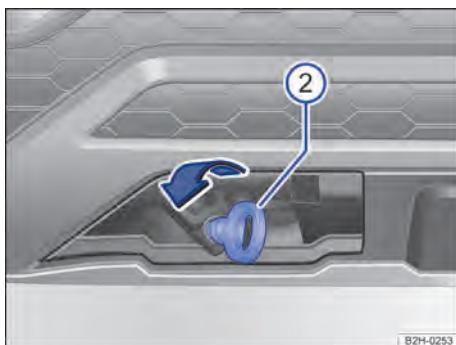

Fig. 209 No para-choque dianteiro à direita: rosquear a argola de reboque.
- Girar a argola de reboque → Fig. 209 ② tão firmemente quanto possível **em sentido anti-horário** no alojamento → ①. Utilizar um objeto apropriado com o qual a argola de reboque possa ser rosqueada totalmente e com firmeza no alojamento.